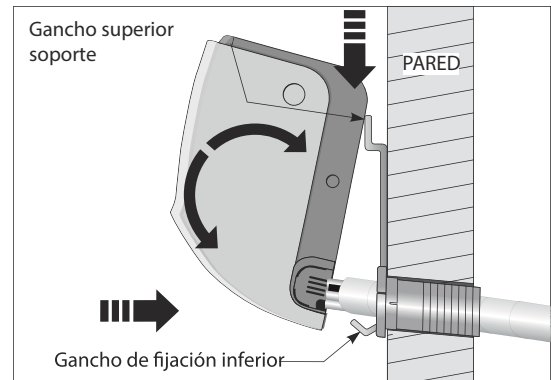

Figura 17.
- Pase el conjunto de cables, tubos y manguera de drenaje por el tubo pasador de muro, luego enganche la unidad interior en la parte superior del soporte, haciendo coincidir las pestañas de éste con las guías (huecos) en la parte posterior de la unidad interior. Mueva la unidad interior de lado a lado para verificar que esté firmemente enganchada, (Ver figura 17).